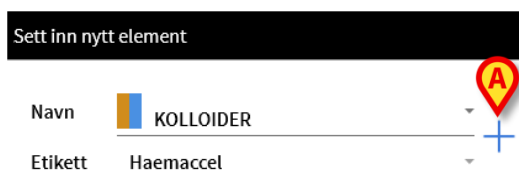

Fig. 207
- Klikk på knappen **+** for å legge elementet til i elementtabellen (Fig. 207 A).